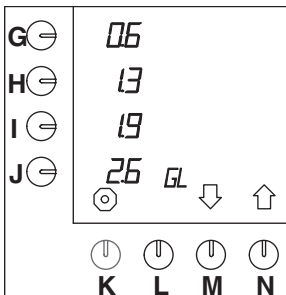

Fig. 39 Endring av forhåndsprogrammerte valgtaster for gallons
- Trykk på valgtasten (N.)↑ inntil fig.39 vises på displayet.